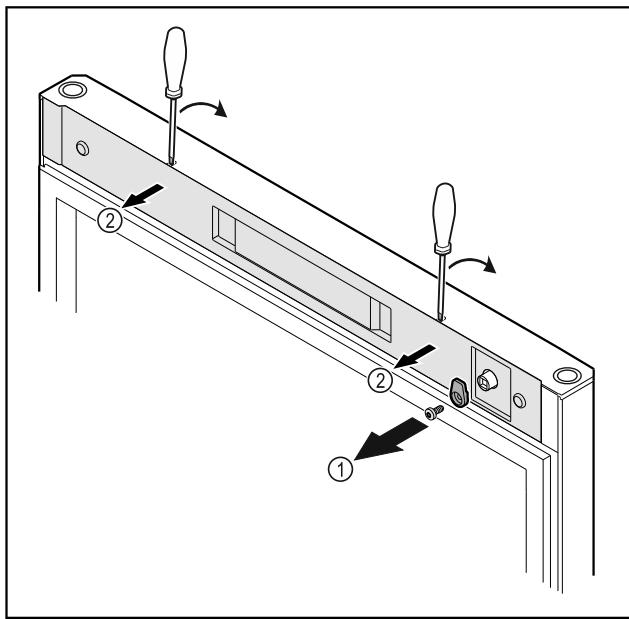

Fig. 22
► Schließhaken Fig. 22 (1) abschrauben.
► Abdeckung Fig. 22 (2) mit einem kleinen Schraubendreher ausrasten und abnehmen.